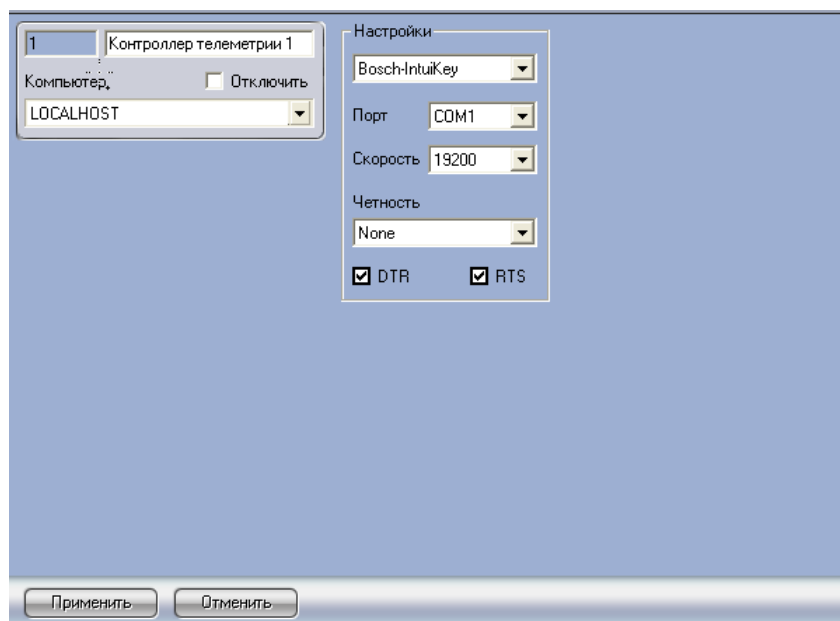

Рис. 3.4—7 Настройка объекта «Контроллер телеметрии» для работы с устройством «BOSCH 12c-KBD-Digital»
2. Настроить объект «Контроллер телеметрии» следующим образом (Рис. 3.4—7):